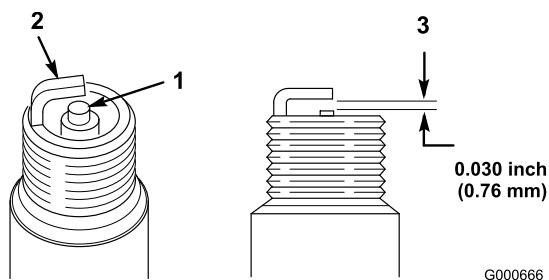

Figura 26
- Mire la parte central de la bujía (Figura 26). Si se observa un color gris o marrón claro en el aislante, el motor está funcionando correctamente. Si el aislante
2. Compruebe la separación entre los electrodos central y lateral (Figura 26) y doble el electrodo lateral si la separación no es correcta.